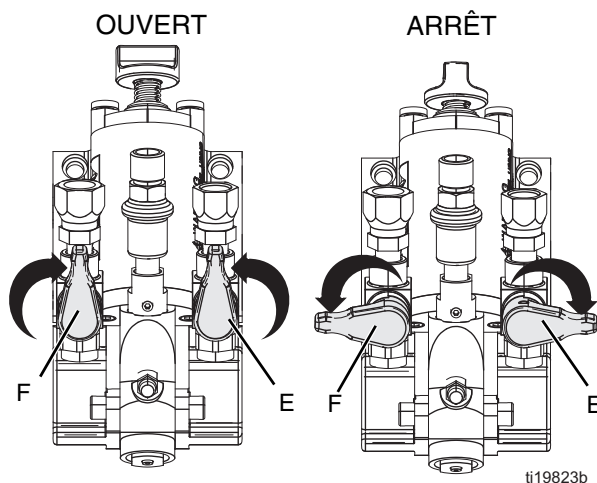

FIG. 5 Vannes d'arrêt
- Fermer les vannes d'arrêt du produit. Voir la FIG. 5.
5. Fermer les vannes d'arrêt du produit (E et F). Voir la FIG. 5.